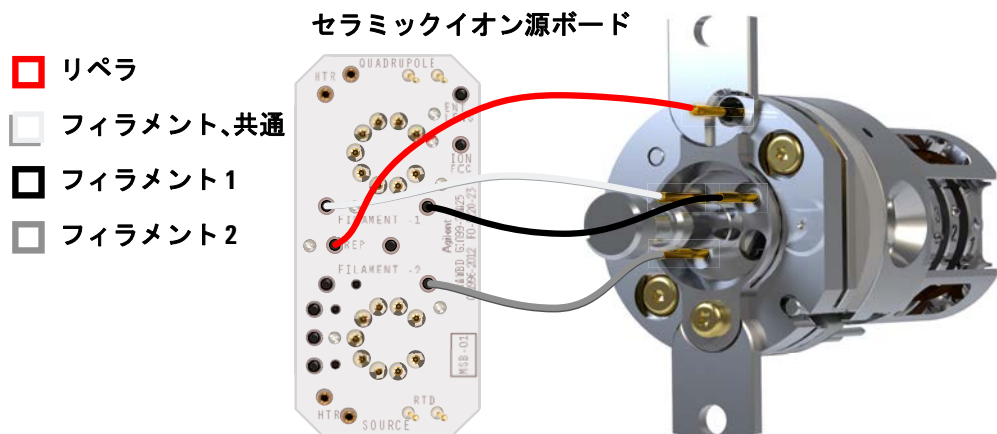

図 36 セラミックイオン源ボードと EI HES の配線
- 1 ピンセットかラジオペンチを使用して、セラミックボードワイヤーのリード線（赤、白、黒、グレー）をイオン源のコネクタに接続、またはコネクタから外します。(図 36 を参照してください。)